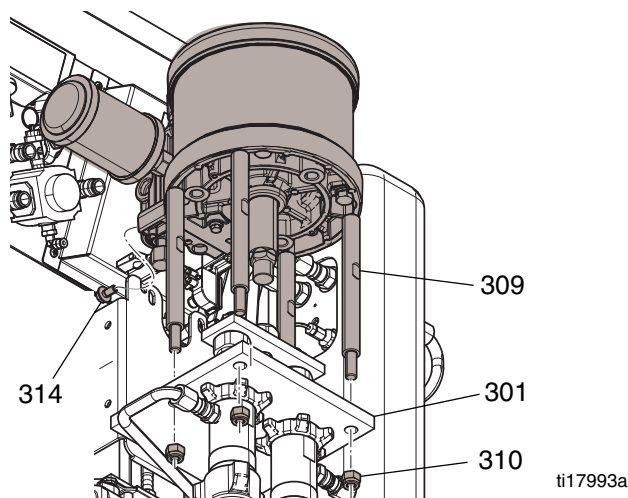

FIG. 2
3. Instale las varillas de conexión a través de la placa (301). Asegúrese de que los tornillos (314) encajen en las ranuras de la ménsula (311). Instale los tornillos (314). Consulte FIG. 2.
4. Apriete la tuerca (313) a 32-38 pulg-lb (43-51 N•m).
5. Apriete en forma pareja las tuercas de las cuatro varillas de conexión (310) en incrementos pequeños a 27-32 pies-lb (37-43 N•m). Consulte FIG. 2.